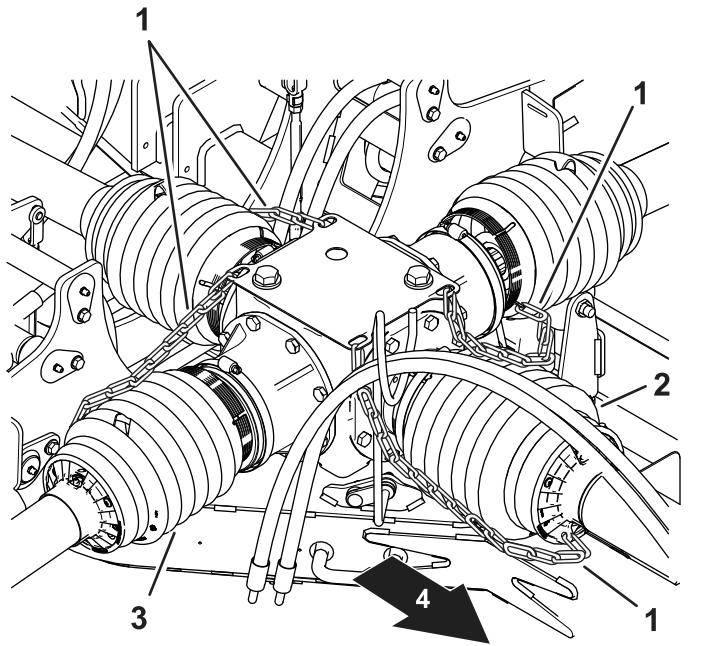

Figure 18
6. Vérifiez que les chaînes de retenue de l'arbre de transmission sont reliées au boîtier d'engrenages central et au boîtier d'engrenages de chaque tablier de coupe (Figure 18, Figure 19, Figure 20 et Figure 21).